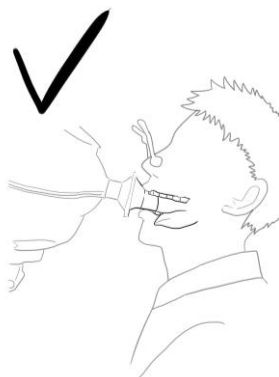

Figura 49 - Corretto posizionamento della lingua durante la misura FOT
- Assicurarsi che il paziente non occluda il percorso dell'aria ponendo la lingua o i denti tra la bocca e il filtro. (Figura 49)